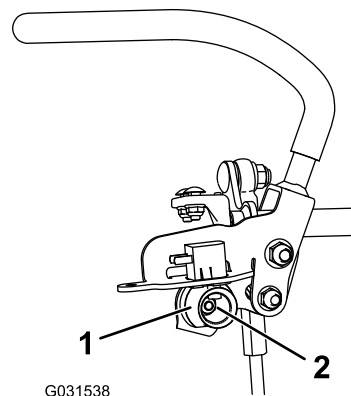

Bild 76
6. Lockern Sie die Mutter, mit der die Nocke befestigt ist (**Bild 76**).